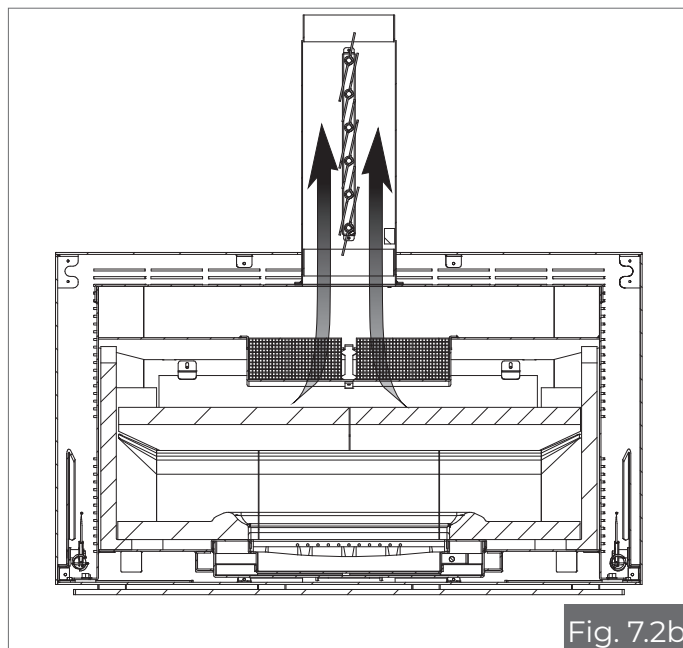

Fig. 7.2b
- Posizionare le valvole in posizione di completa apertura (Fig. 7.2b);